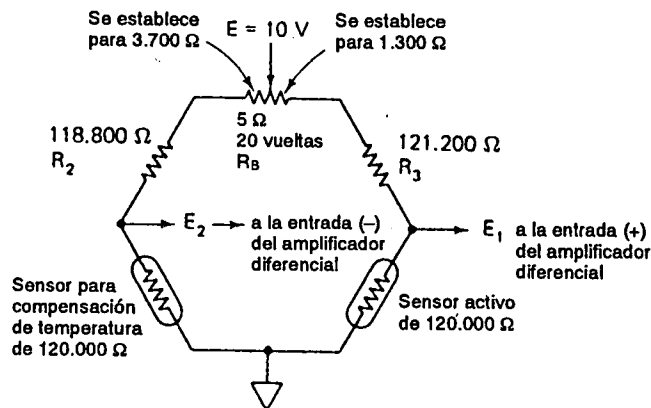

FIGURA 8-16 El potenciómetro de balance R_B se ajusta para hacer que $E_1 - E_2 = 0 \text{ V}$.
Suponga que se tiene un sensor de trabajo y un sensor de compensación de temperatura en la figura 8-16 que son iguales dentro de $1 \text{ m}\Omega$. Para completar el puente, se instalan dos resistencias de 120Ω al 1%. Uno es más alto en 1% a 121.200Ω y otro está abajo por 1% a 118.800Ω . Deben igualarse para balancear el puente. Para hacer esto, se instala, un potenciómetro de 5Ω y 20 vueltas, como se muestra en la figura 8-16. En forma teórica, el potenciómetro debe establecerse como se muestra para igualar resistencias en las ramas superiores del puente a 122.500Ω .
Además supóngase que un amplificador de instrumentación con una ganancia de 1000 se conecta al puente de la figura 8-16. Del ejemplo 8-11, la salida del amplificador de instrumentación (IA) será de aproximadamente 22 mV por miliohm de desbalanceo. Esto significa que el potenciómetro de 5Ω debe ajustarse dentro de $1 \text{ m}\Omega$ a los valores mostrados, de modo que $E_1 - E_2$ y en consecuencia V_o del IA será igual a $0 \text{ V} \pm 22 \text{ mV}$.